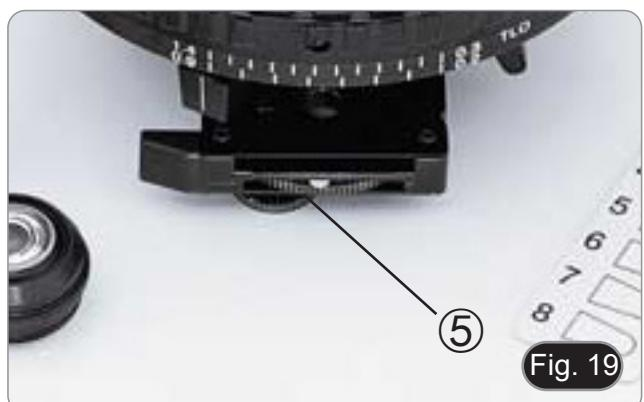

Fig. 19
6. Drehen Sie das Polarisatorrad ⑤ unter dem Kondensator (Fig. 19), um eine maximale Verdunklung der Okulare zu erreichen, und ziehen Sie dann die Sicherungsschraube ④ an.